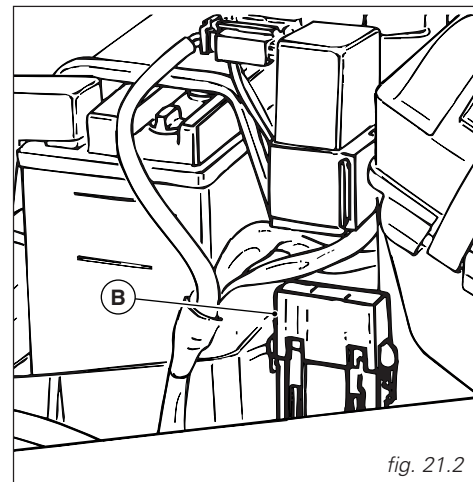

fig. 21.2
Il fusibile posto a lato della batteria (fig. 21.2) protegge il regolatore elettronico. Per accedere al fusibile è necessario rimuovere il cappuccio di protezione (B).
The fuse located on a side of the battery (fig. 21.2) protects the electronic regulator. Remove the fuse cap (B) to expose it.
Le fusible placé à côté de la batterie (fig. 21.2) protège le régulateur électronique. Pour accéder au fusible il faut retirer le capuchon (B) de protection.
Die Sicherung auf der Batterieseite (Abb. 21.2) sorgt für den Schutz des elektronischen Reglers. Um an diese Sicherung gelangen zu können, müssen Sie deren Schutzkappe (B) abnehmen.